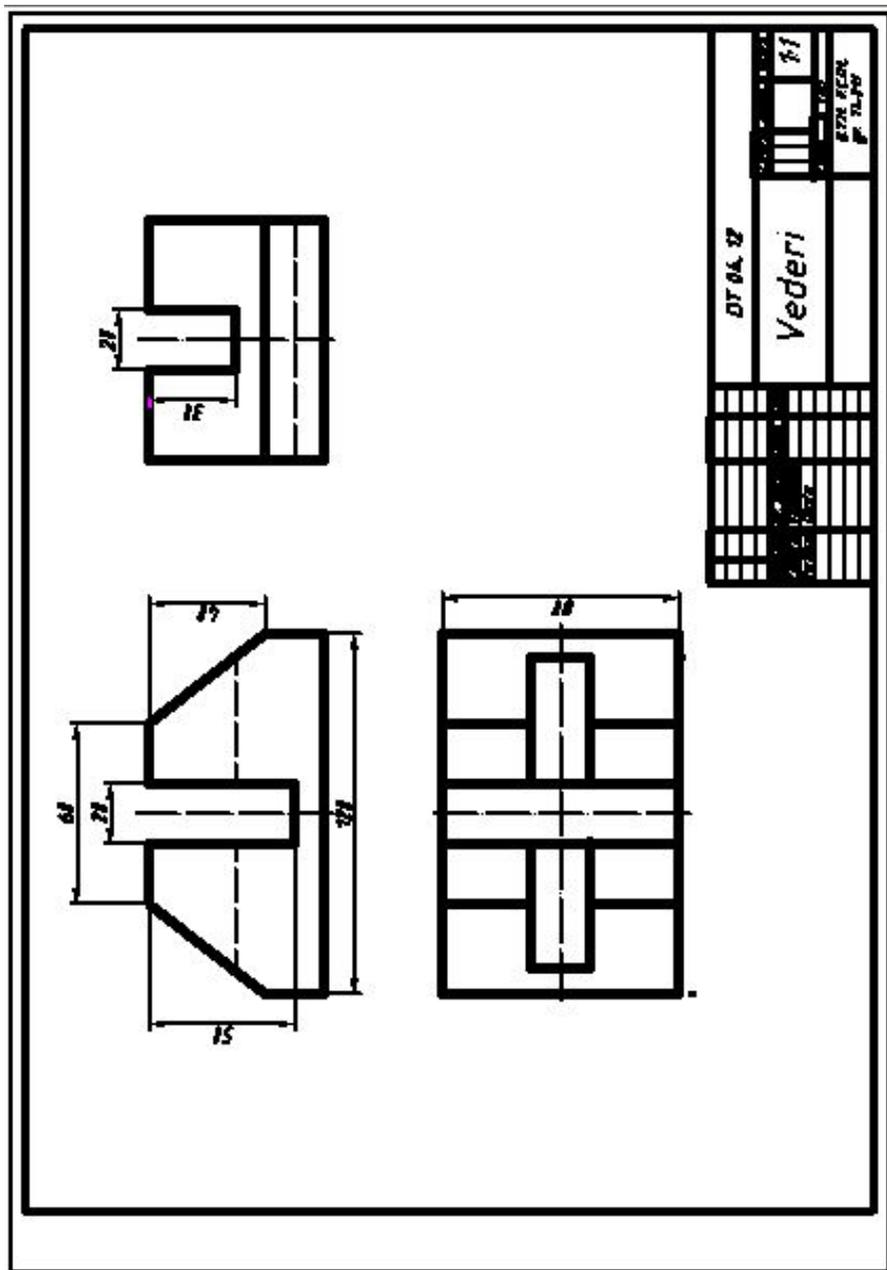

Fig. 4.9. Exemplu de executare a lucrării grafice nr. 4 „Vederi”
**Temă:** Să se execute trei vederi de bază (vederea din față, vederea de sus și vederea din stânga) ale obiectului, fiind dată o proiecție intuitivă a acestuia, și să se coteze reprezentările. Formatul lucrării – A3. Exemplu de executare este reprezentat în fig. 4.9.